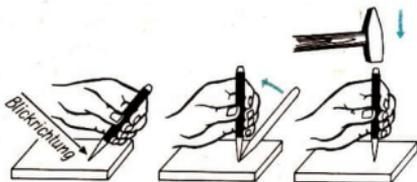

Bild 98/2 Köhnen der Bohrstelle
- Betrachte Bild 98/2! Beschreibe den Vorgang des Köhrens!